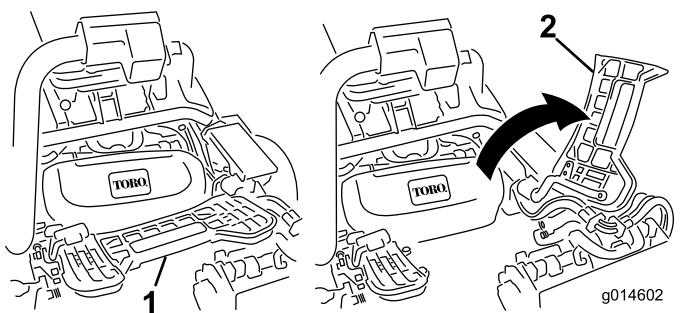

図 44
1. フットレストを跳ね上げて開き、中央カッティングユニット取り付け位置へのアクセスを確保する図 44。